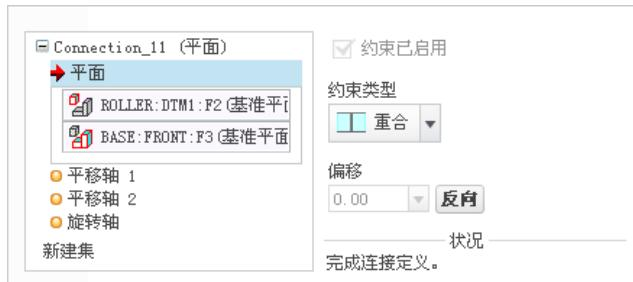

图 9.5.38 “放置”界面
(1) 在连接列表中选取**平面**选项，此时系统弹出“元件放置”操控板，单击操控板菜单中的**放置**选项卡。
(2) 定义“平面”约束。在模型树中选取 ROLLER 中的基准平面 DTM1 和 BASE 中的基准平面 FRONT 为“平面”约束的参考，此时**放置**界面如图 9.5.38 所示。